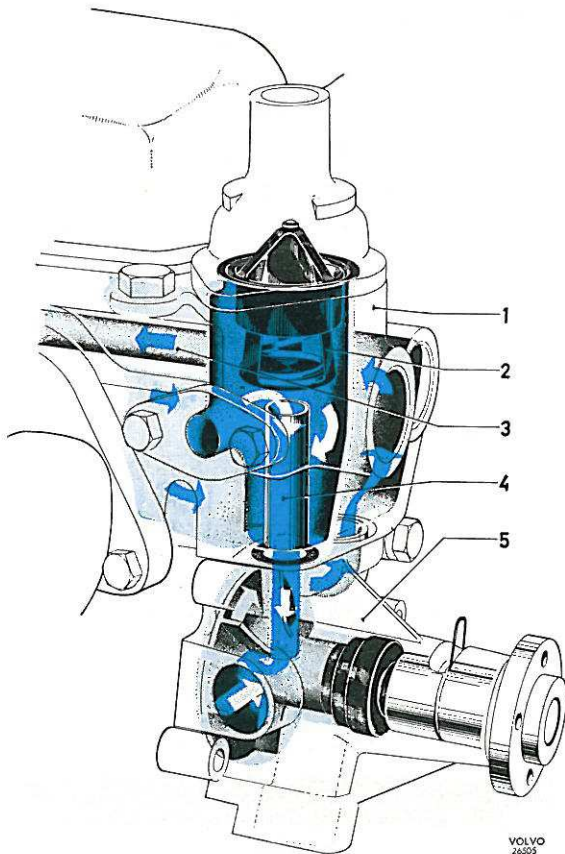

Figure 108. Circulation de l'eau, thermostat fermé
Le système de refroidissement comporte deux circuits, un circuit extérieur et un circuit intérieur. Durant la période de chauffage du moteur, ainsi que par temps très froid, lorsque le système de chauffage de la voiture consomme une grande quantité de chaleur, la circulation du liquide de refroidissement a lieu presque exclusivement dans le circuit intérieur. Ce circuit comprend le moteur et l'appareil de chauffage. Le thermostat est fermé empêchant ainsi le passage du liquide de refroidissement par le radiateur. Le liquide de refroidissement traverse le conduit de dérivation (4, figure 108) du thermostat et se dirige vers le tuyau de distribution (3) de la culasse pour en assurer le refroidissement des parties les plus